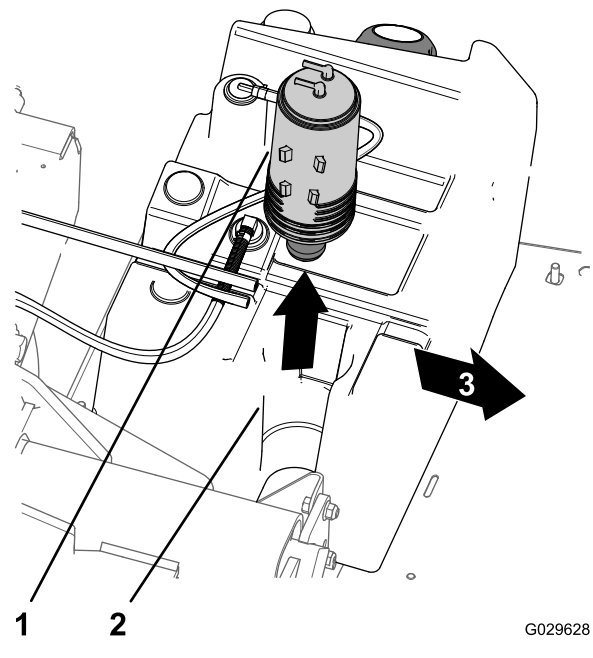

Рисунок 48
- Снимите адсорбер с его крепления на топливном баке (Рисунок 48).
7. Вставьте новый адсорбер в крепление адсорбера на топливном баке так, чтобы штуцеры продувки и топливного бака были направлены назад (Рисунок 48).